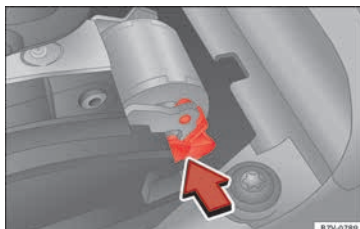

Abb. 51 Wählhebelsperre notentriegeln.
- Entriegelungshebel » **Abb. 51** in Pfeilrichtung drücken und in dieser Position halten.